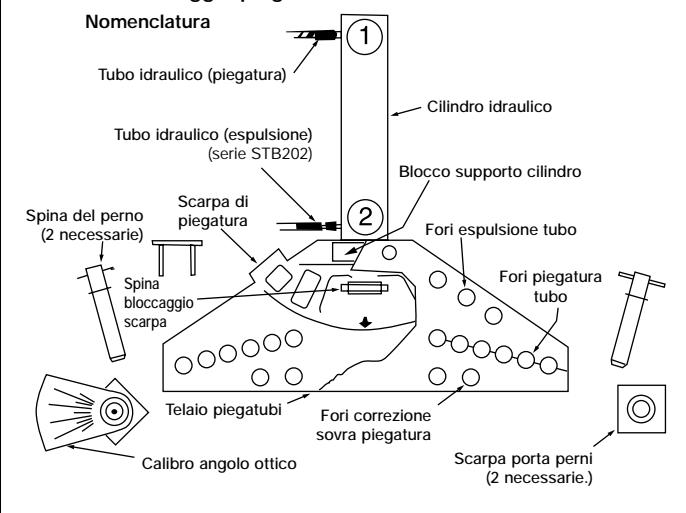

Figura 1, Montaggio piega tubi
4.0 MONTAGGIO PIEGATUBI (VEDERE LA FIGURA 1)
- Collegare il tubo (i tubi) alla valvola della pompa. Collegare il tubo (1) al raccordo del cilindro (2), il tubo flessibile (2) al raccordo (2). NOTA: il tubo flessibile (2) è usato solo con i piega tubi della serie STB-202..